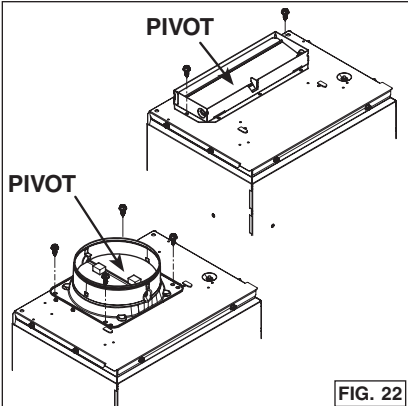

FIG. 22
10. Pour un conduit rectangulaire, utiliser 2 vis à métaux no. 8-18 x 1/4 po (incluses) pour fixer l'adaptateur/volet de 3¼ po x 10 po (inclus) sur le dessus de l'appareil, par dessus l'ouverture d'évacuation du ventilateur (FIG. 22).
Pour un conduit rond, utiliser 4 vis à métaux no. 8-18 x 1/4 po (incluses) pour fixer l'adaptateur/volet inclus de 6 po rond (ou 8 po rond) sur le dessus de l'appareil, par dessus l'ouverture d'évacuation du ventilateur (FIG. 22, 6 po rond illustré).